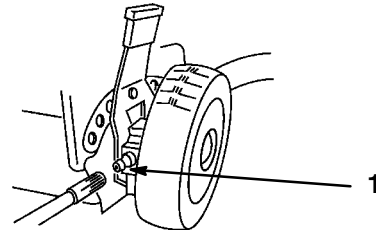

Figure 35
1. A l'aide d'un chiffon propre, essuyez les graisseurs des leviers de réglage de hauteur des roues arrière (Fig. 35).